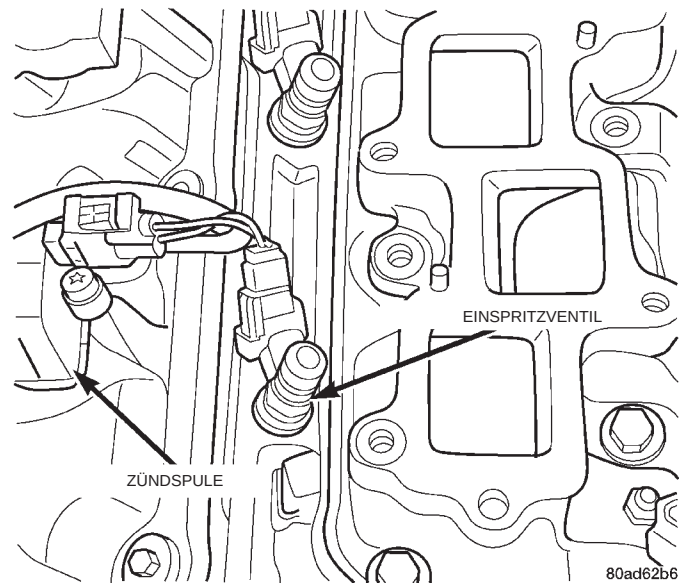

Abb. 21 Einspritzventil-Steckverbinder
(1) Den Druck in der Kraftstoffanlage abbauen. Näheres hierzu siehe "Kraftstoffdruck in der Kraftstoffanlage abbauen" in diesem Abschnitt.
(2) Das Minuskabel von der Batterie abklemmen.
(3) Den Ansaugluftsammler ausbauen. Näheres zum Ausbau des Ansaugluftsammlers siehe Kapitel 11, "Auspuffanlage und Ansaugkrümmer".
(4) Die Befestigungsschrauben des Ansaugluftsammlers herausdrehen. Den Ansaugluftsammler vom Motor abnehmen. Um zu verhindern, daß Schmutzteilchen in den Motor gelangen, ist der Ansaugkrümmer sofort abzudecken!
(5) Die Schnelltrennkupplung der Kraftstoffversorgungsleitung an der Rückseite des Kraftstoffverteilerrohrs demontieren.
(6) Falls die Steckverbinder der Einspritzventile noch nicht mit Markierungsanhängern mit der zugehörigen Zylinder Nummer gekennzeichnet sind, Markierungsanhänger mit der jeweiligen zugehörigen Zylinder Nummer anbringen (Abb. 21).
(5) Die Schnelltrennkupplung der Kraftstoffversorgungsleitung an der Rückseite des Kraftstoffverteilerrohrs demontieren. Näheres hierzu siehe "Schnelltrennkupplungen" im Abschnitt "Kraftstoffversorgung" in diesem Kapitel.
(7) Die Steckverbinder von den Einspritzventilen abziehen.
(8) Die Befestigungsschrauben auf beiden Seiten des Kraftstoffverteilerrohrs herausdrehen.
(9) Das Kraftstoffverteilerrohr gerade nach oben vom Zylinderkopf abnehmen.
(10) Die Halteclips von den Einspritzventilen am Kraftstoffverteilerrohr abziehen.
(11) Die Einspritzventile demontieren.